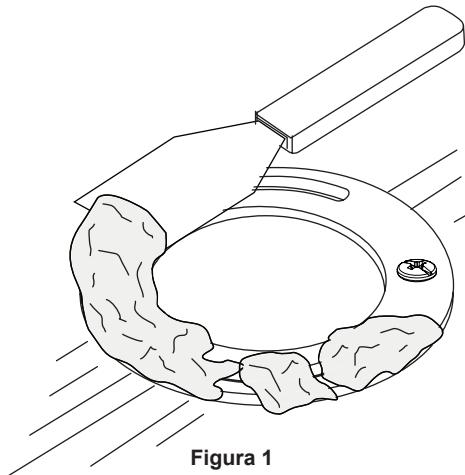

Figura 1
- ① Desconecte el suministro de agua y luego accione la descarga del inodoro para vaciar el tanque. Utilice una esponja y un balde para juntar el agua que quede en la taza o el tanque.
- ② Desconecte la tubería de suministro de agua del tanque del inodoro.
- ③ Desarme el tanque de la taza quitando las contratueras de la parte inferior del tanque.
- ④ Extraiga las tapas de los pernos y luego quite las tuercas que fijan el inodoro al piso. Quite el viejo inodoro mediante un movimiento de balanceo.
- ⑤ Raspe la junta de cera vieja de la brida del piso (Figura 1).